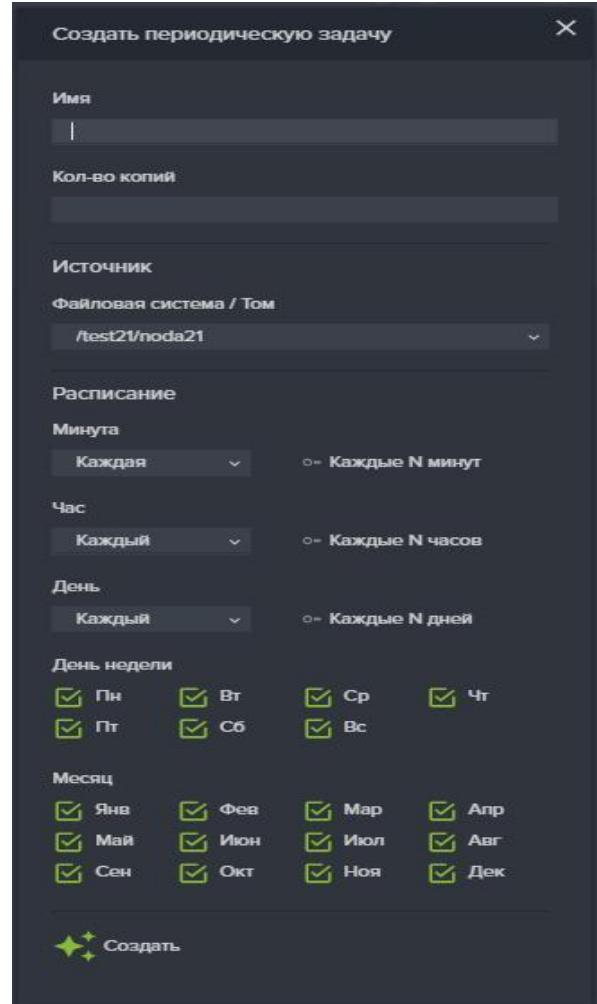

Рисунок 95. Окно создания расписание периодической задачи
2. Нажмите на кнопку «Создать новую задачу», откроется окно создания задач (см. Рисунок 95);